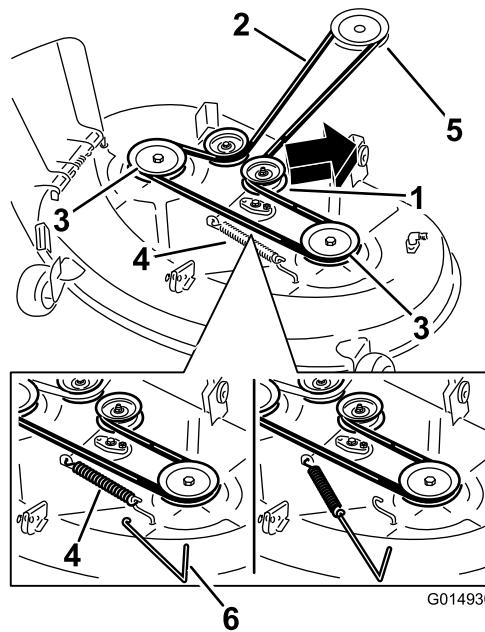
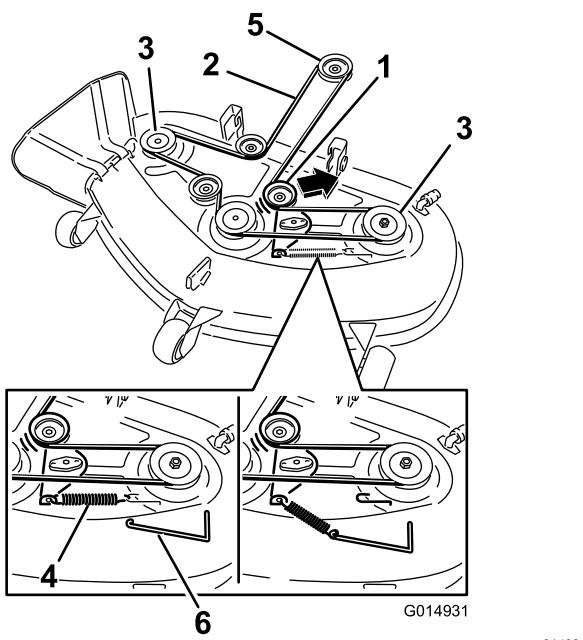

Bild 57
Bild 58
6. Entfernen Sie die Spannscheibenfeder mit einem Werkzeug zur Federentfernung (Toro-Bestellnummer 92-5771) vom Mähwerkhaken, um die Spannung von der Spannscheibe zu nehmen, und rollen Sie den Riemen von den Riemscheiben (Bild 57 und Bild 58).
7. Verlegen Sie den neuen Riemen um die Motor- und Mähwerkriemenscheiben (Bild 58).
8. Setzen Sie die Spannscheibenfeder mit einem Werkzeug zur Federentfernung auf den Mähwerkshaken, um die Spannscheibe und den Mähwerkriemen zu spannen (Bild 57 und Bild 58).